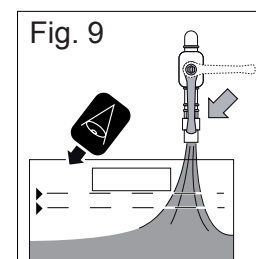

Fig. 9
2. Медленно открыть вентиль и визуально контролировать наполнение емкости (рис. 9).